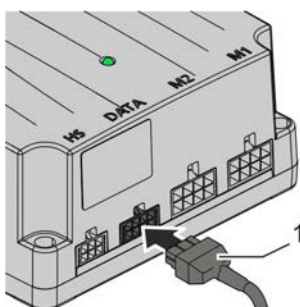

Abbildung 22 - BUS-Kabel anschließen (Steuerung)
1. BUS-Kabel (Abbildung 22, Positionsnummer 1) in die DATA-Schnittstelle der Steuerung stecken.